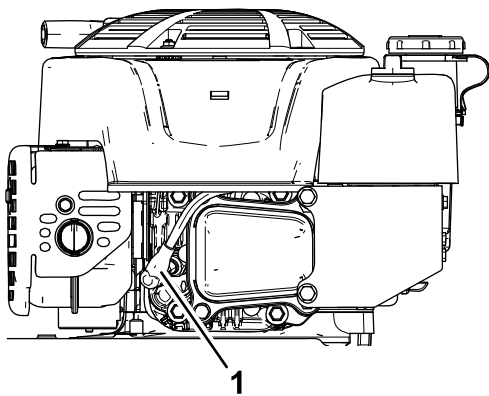

Figura 31
2. Desconecte el cable de la bujía (Figura 31).